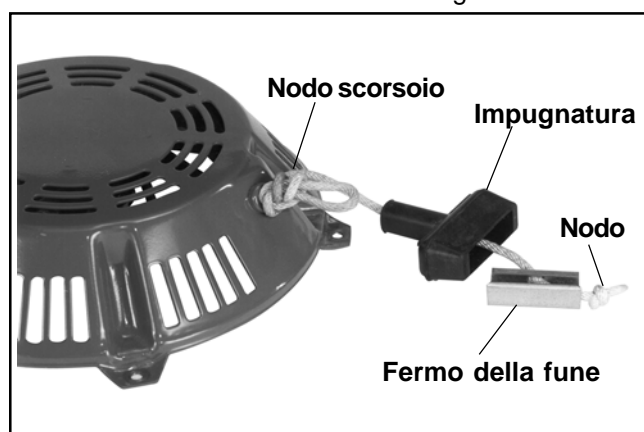

Figura 7-2. Rimozione dell'impugnatura del motorino di avviamento.
2. Estrarre la fune di circa 12" e praticare un nodo scorsoio provvisorio per evitare che si riavvolga nel motorino di avviamento. Vedere Figura 7-2.